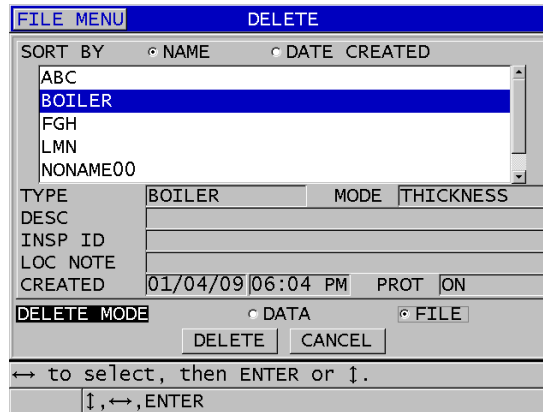

Figura 11-20 Apagar arquivo
3. Na tela **DELETE** (EXCLUIR) (consulte Figura 11-20 na página 218):